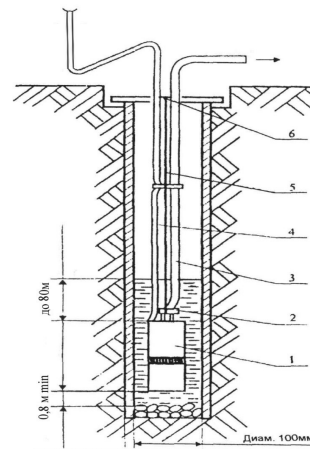

Рис. 4
- Опустить электронасос в воду в соответствии с рекомендациями, указанными в разд. Рис. 3 астоящего руководства, и закрепить трос над скважиной, колодцем и т.п. (см. рис.4).